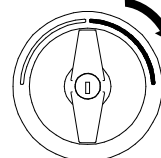

図1
- 扉を開ける際は、閉扉時の取手位置(図1)から右回りに90°回してください。